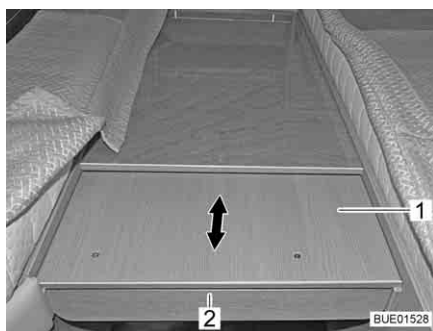

Fig. 137 Estrazione dell'allargamento letto
- Afferrare da sotto il diaframma (Fig. 137,2) ed estrarre la prolunga (Fig. 137,1) fino all'arresto.